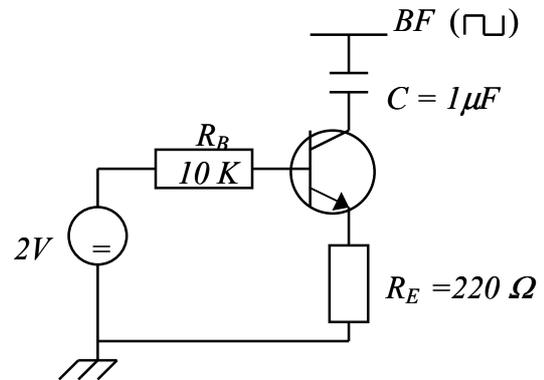

figure 1
On peut, de façon schématique, considérer que sur la figure 1 la partie de droite est un générateur de courant, c'est-à-dire un générateur qui impose un courant au circuit dans lequel il débite. La valeur de courant est imposée par le courant de base I_B (partie de gauche).
- Câbler le montage suivant le schéma de la figure 1. Régler la tension continue à 2 V, puis brancher le BF en signal créneau (créneau > 0 , utiliser l'Off Set du générateur, $E \approx 10V$).